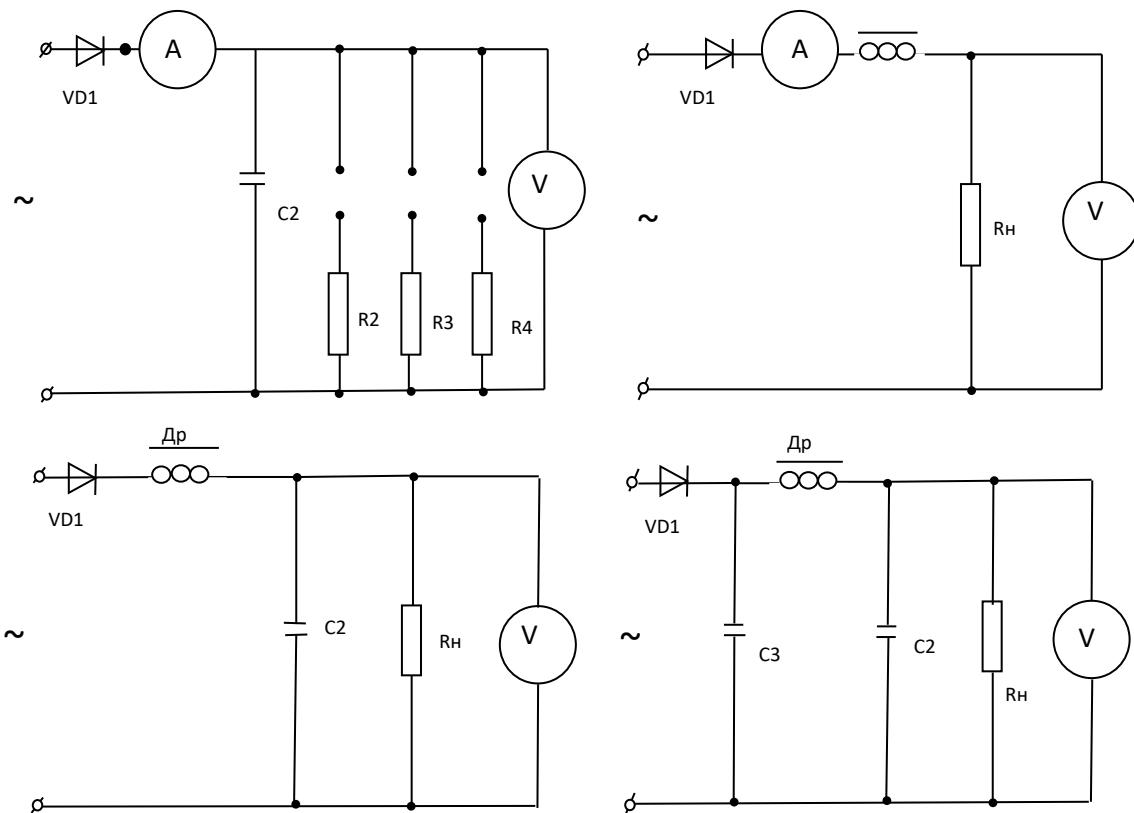

Рис. 1
1. Исследовать различные сглаживающие фильтры (рис.1)